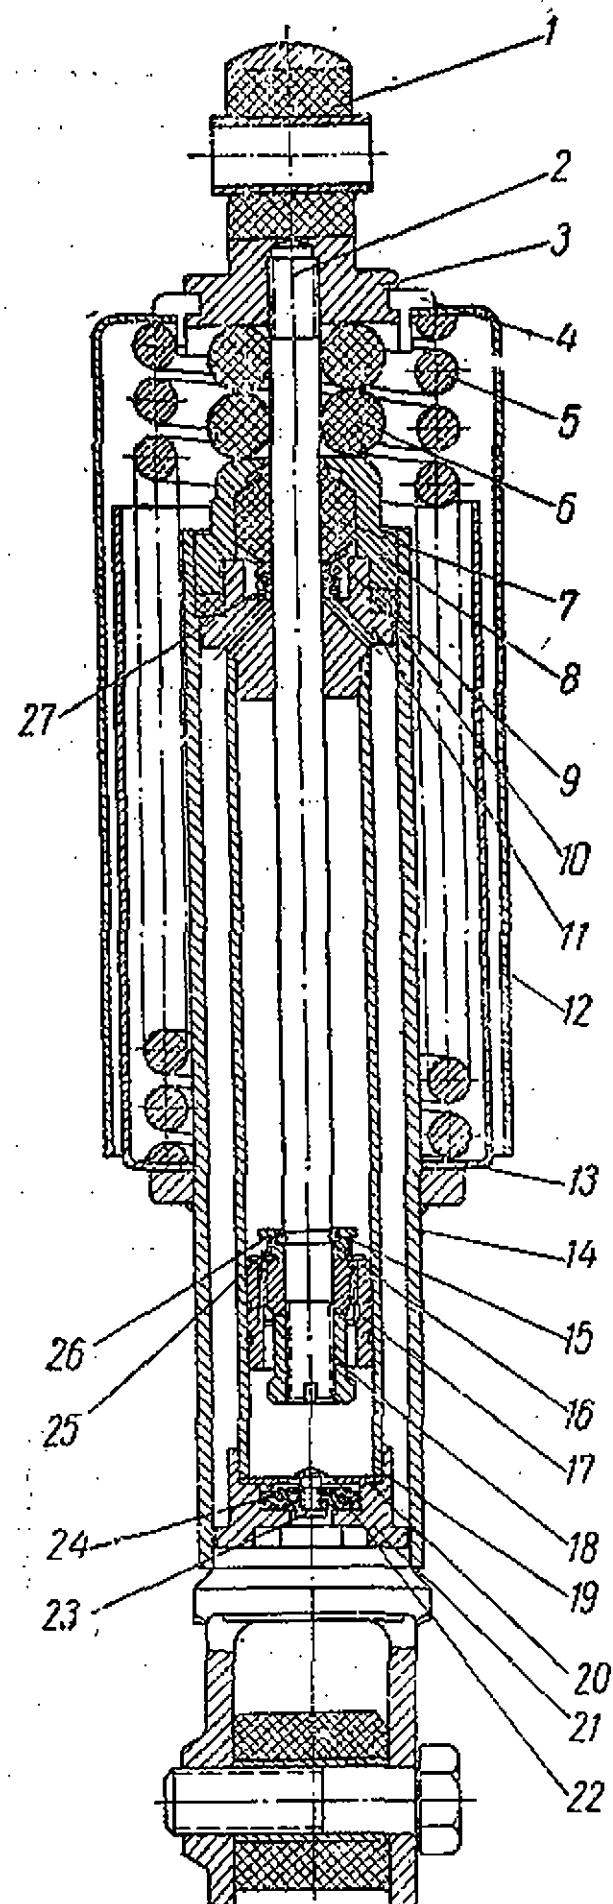

Рис. 20. Устройство амортизатора:
лические амортизаторы мотоцикла представляют собой легко-съемные и взаимозаменяемые узлы. Устройство амортизаторов показано на рис. 20. Полный ход амортизаторов составляет 75—87 мм (разница между свободной длиной и длиной в сжатом состоянии, когда буферы б сжаты приблизительно на 25%).
1) нажав на верхний кожух, опустить его на 5—10 мм и снять освободившиеся при этом сухари 4 (см. рис. 20). Если сухари в канавке наконечника ходят туго, их можно раздвинуть отверткой при отжатом кожухе. После этого верхний кожух, пружина 5 и нижний кожух легко снимаются;
1. Шток собирать в последовательности, обратной разборке («Разборка амортизаторов», п. 4). Стопорное кольцо 15 (см. рис. 20) перед посадкой упора 16 обжать по канавке штока, после чего оно должно полностью входить в выточку упора. При завинчивании гайки 18 необходимо следить за тем, чтобы клапан 26 не был зажат между поршнем и упором (если клапан был сильно зажат, то его обязательно нужно заменить, поскольку нарушена его плоскость).